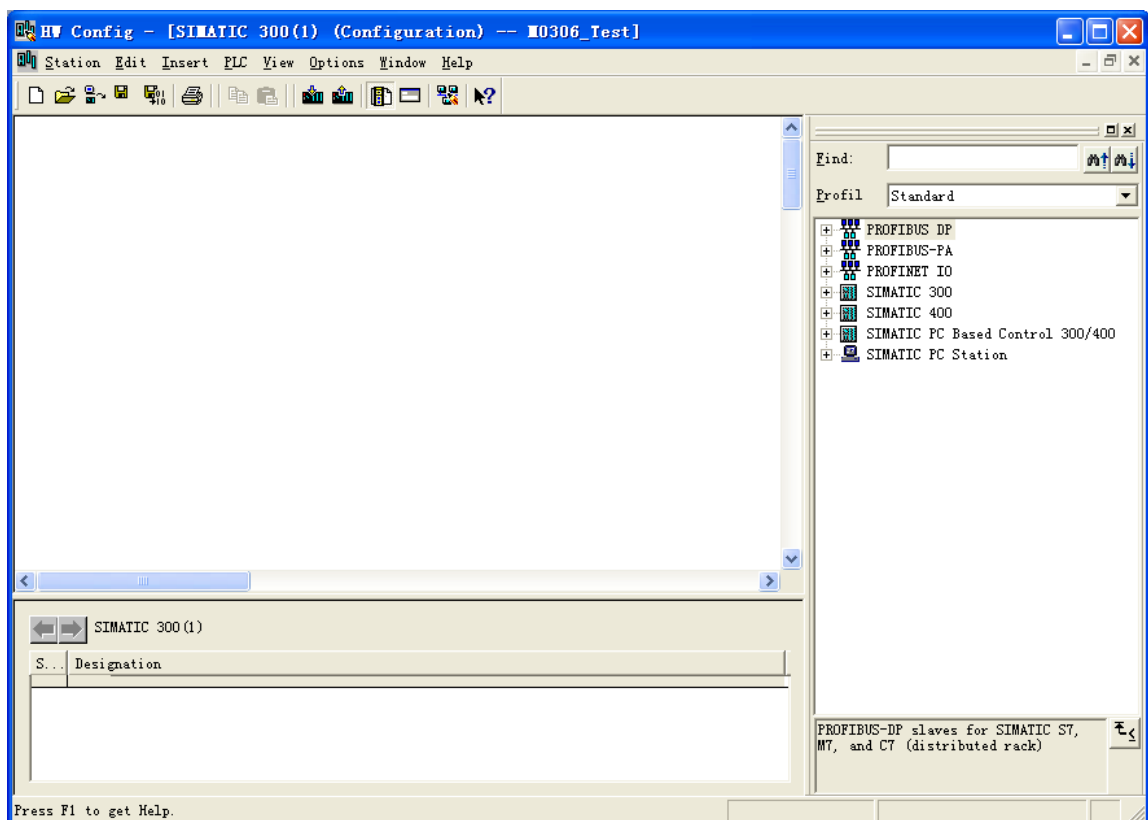

图 4.31 硬件组态
3) 展开 M0306_Test, 选择 **SIMATIC 300 (1)**, 双击“Hardware”图标, 打开硬件组态, 如下图 4.31 所示: